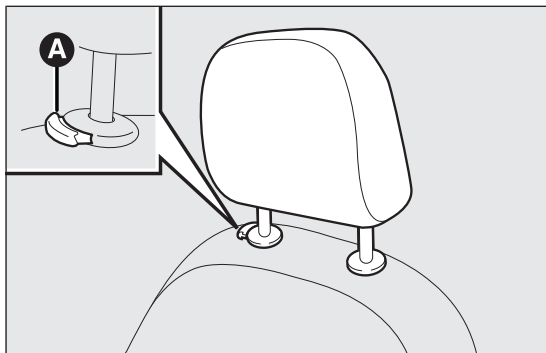

fig. 22
Se pueden regular en altura y se bloquean automáticamente en la posición deseada fig. 22.
- ☐ Regulación hacia abajo: pulsar el botón A fig. 22 y bajar el reposacabezas.